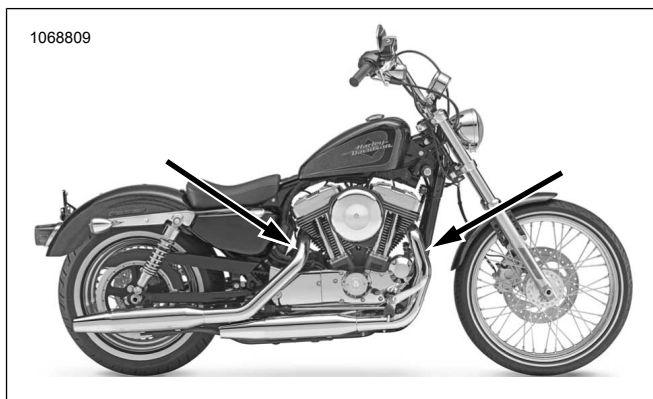
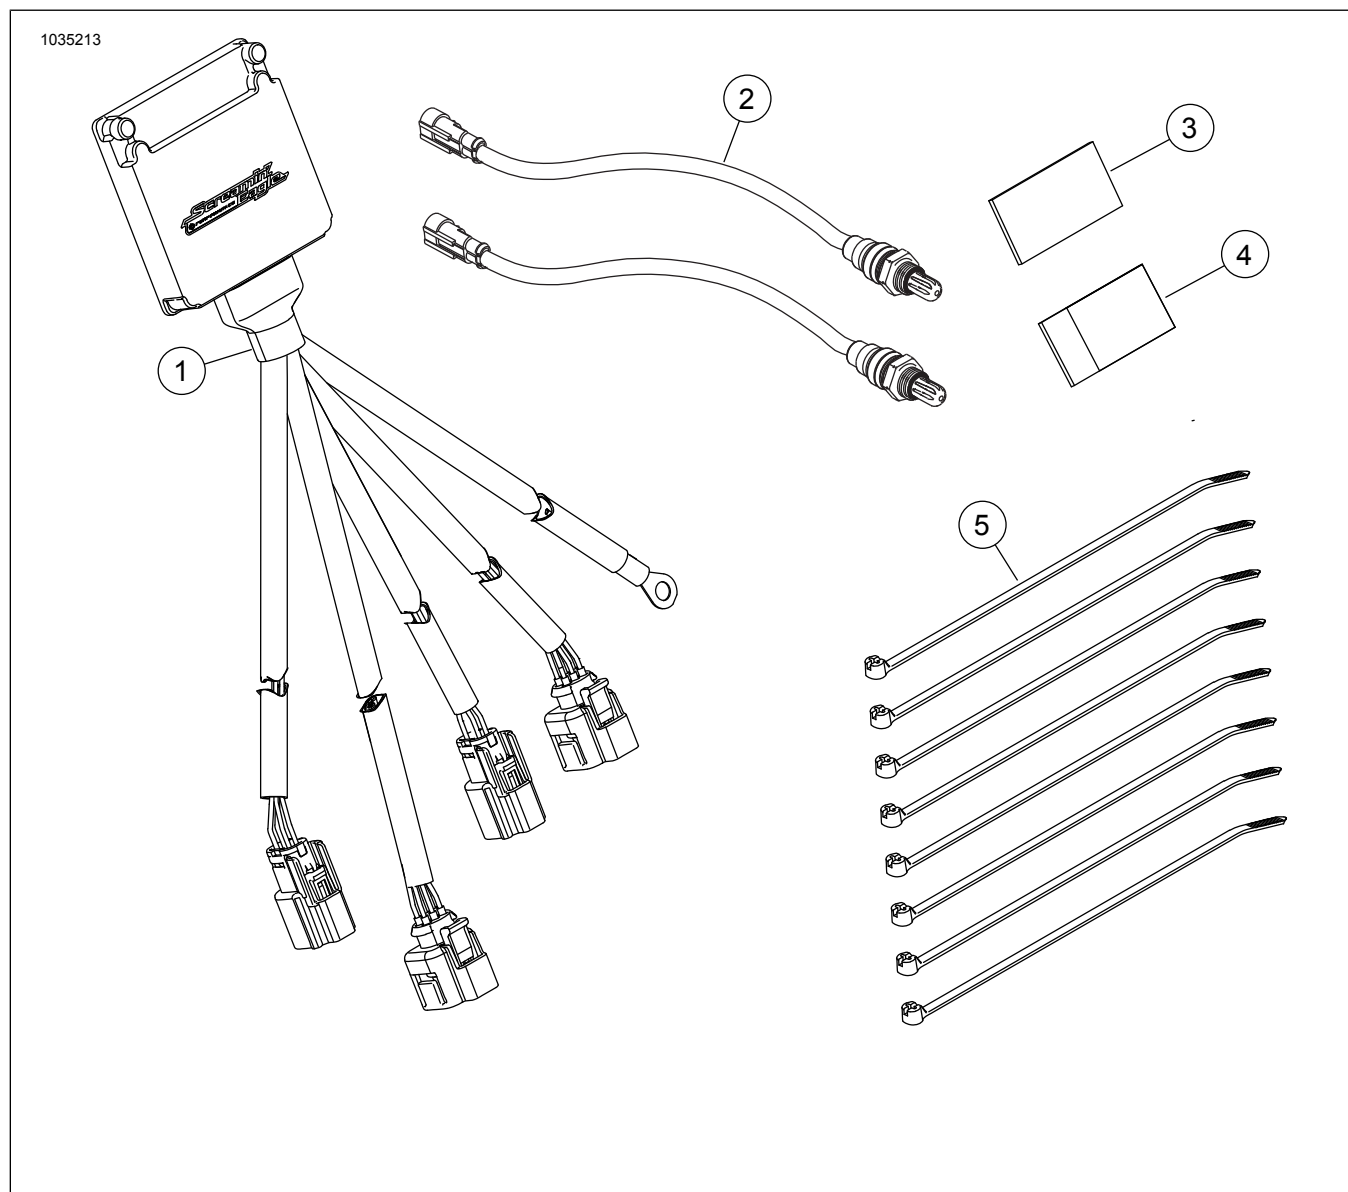

Figure 48. Emplacements de capteur d'oxygène (du côté intérieur des tuyaux d'échappement)
Figure 52. Contenu du kit : Kit module de syntonisation automatique (ATM) Smart Tune Pro
Voir Figure 48, Figure 52 et Tableau 5. Installer les capteurs d'oxygène à large bande (2). En utilisant la douille fendue de capteur d'oxygène (no de pièce HD-48262-A), serrer à un couple de :